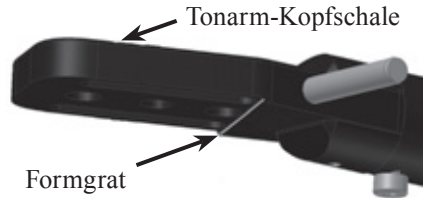
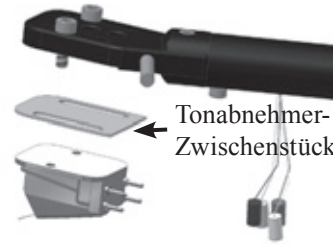

Abbildung 7
Abbildung 23
4. Positionieren Sie die mit dem Plattenspieler MT10 mitgelieferte Tonabnehmer-Zwischenscheibe an der Unterseite der Tonarm-Kopfschale, wobei die hintere Oberkante des Distanzstückes parallel zum Formgrat der Kopfschale sein muss und diesen berühren muss. Siehe Abbildung 7 auf Seite 8 und Abbildung 23.